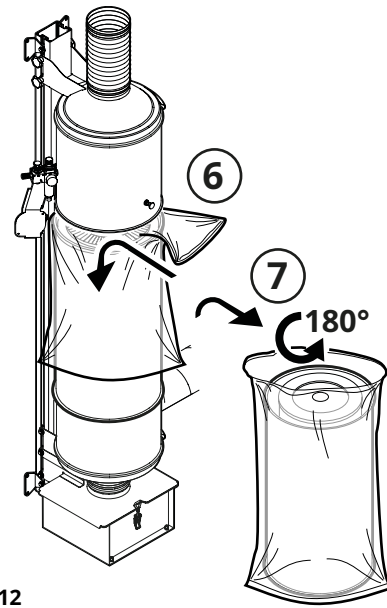
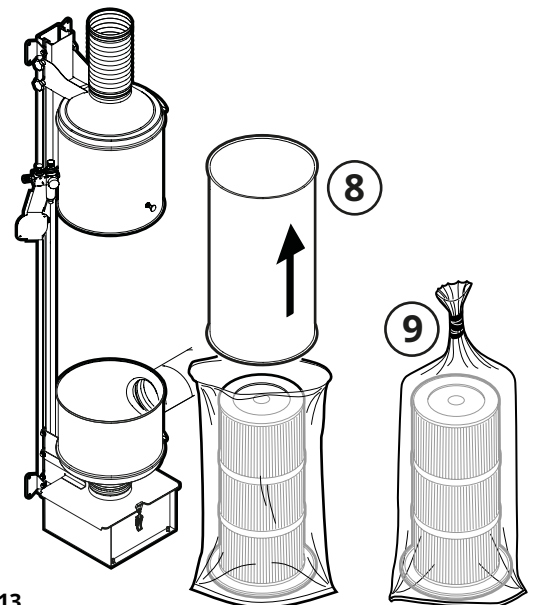

Fig. 12
Fig. 13
5. Placez le sac de filtre CFE PCW3 sur le carter (6, **Fig. 12**) de manière à ce qu'il recouvre toute la surface jusqu'au cylindre de raccordement.
6. Soulevez le carter du filtre avec le sac CFE PCW3, retournez-le à l'envers et placez-le sur une surface plane (7).
7. Retirez le carter du filtre du sac CFE PCW3 (8, **Fig. 13**) afin qu'il ne reste que le filtre à cartouche et scellez le sac (9).